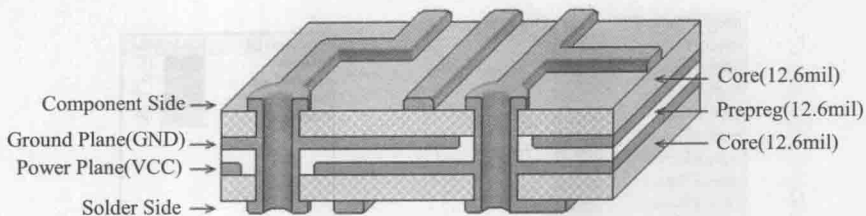

图 1-4 4 层板结构示意图
(3) 多层板: 即包含多个工作层面的电路板, 除了顶层和底层外还包含若干个中间层, 通常中间层可作为导线层、信号层、电源层和接地层等。层与层之间相互绝缘, 层与层的连接通常通过过孔来实现。图 1-4 所示为 4 层板结构的印制电路板, 这个 4 层板除了顶层和底层外还有一个中间地层和一个中间电源层。